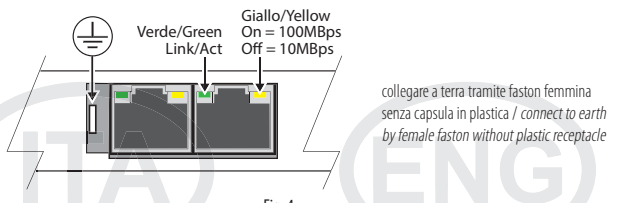

Fig. 4
- effettuare sempre il collegamento a terra tramite il faston maschio presente vicino ai connettori ethernet (fig. 4)
- always connect the male faston near the Ethernet connectors to earth (Fig. 4)